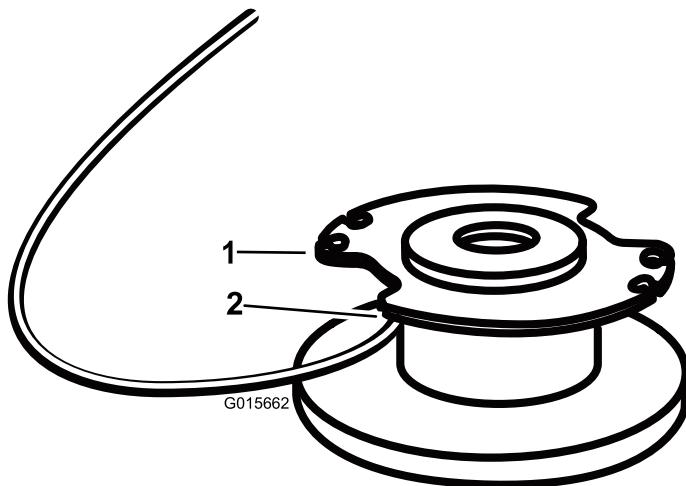

Figura 20
- Inserte el hilo por el taladro de anclaje en la parte superior del carrete (Figura 20). Enrolle el hilo en el carrete en el sentido indicado por las flechas marcadas en el carrete.